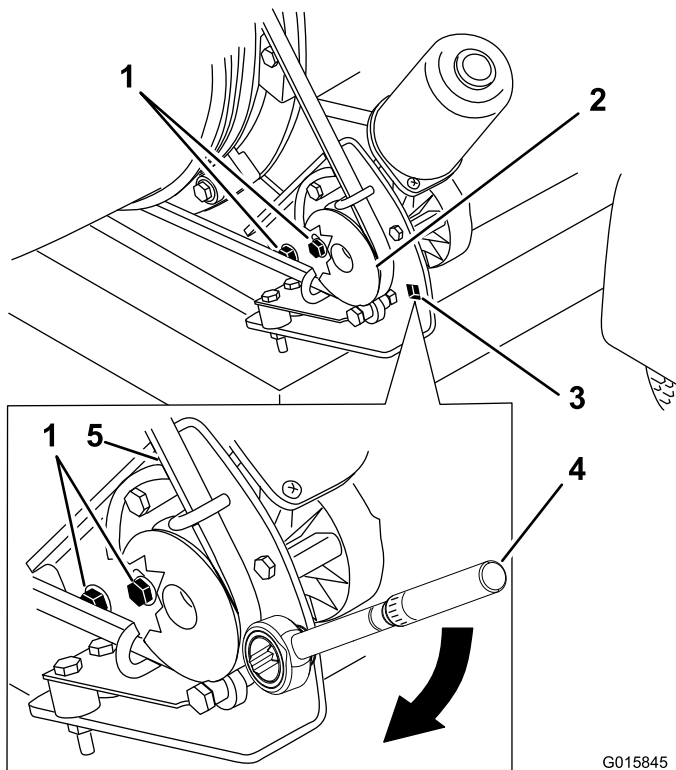

Figura 30
1. Desaperte os parafusos que fixam o suporte de montagem da polia ao chassis do soprador (Figura 30).
2. Coloque uma chave dinamométrica no suporte de montagem da polia (Figura 30).
3. Rode o suporte de montagem da polia afastando-o do bico até que a chave indique 22,6–26,0 Nm (Figura 30).